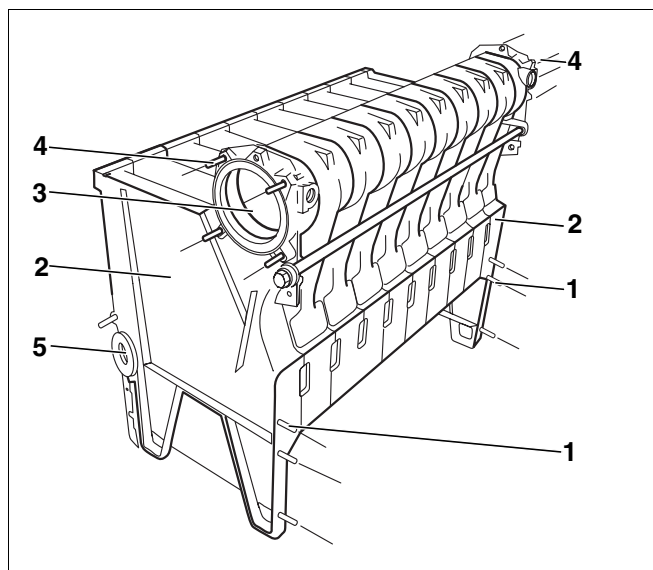

Рис. 21 Установка шпилек
- Ввернуть по четыре шпильки (рис. 21, **поз. 4**) слева и справа в резьбовые отверстия верхней ступицы котла (рис. 21, **поз. 3**).
- Ввернуть по три шпильки (рис. 21, **поз. 1**) в конечные секции (рис. 21, **поз. 2**) справа и слева с передней стороны.
Нижние ступицы котла на конечных секциях (рис. 21, **поз. 2**) нужно закрыть прилагаемыми заглушками.
- Закрывать глухой заглушкой $1\frac{3}{4}"$ заднюю нижнюю ступицу котла (рис. 21, **поз. 5**). Во второй котловой блок вкручивается заглушка ($1\frac{3}{4}" \times 1"$) с подключением трубопровода к расширительному баку.